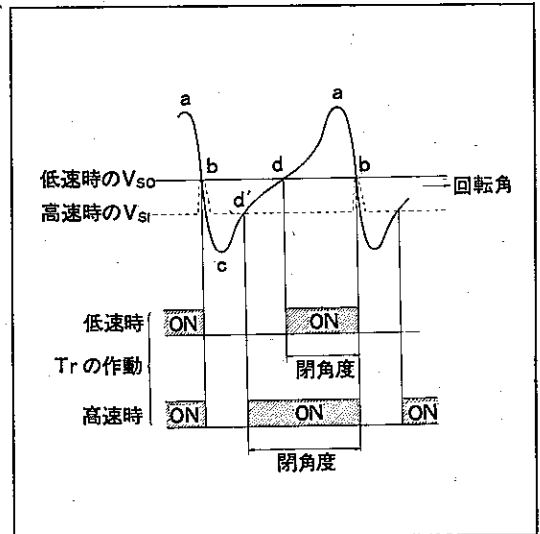

図5-20 Tr 作動レベルと閉角度
以上のことをまとめると 図5-20 のようになる。シグナル ロータの回転速度が高くなるにしたがって Tr の ON⇔OFF 電圧 (V_s) が変化 (負電位になる) して 図5-20④ のように高速になるほど Tr の ONしている角度 (カム クロージング アングル=閉角度) が大きくなります。すなわち Tr の V_s を変えることによつて閉角度を調整しています。